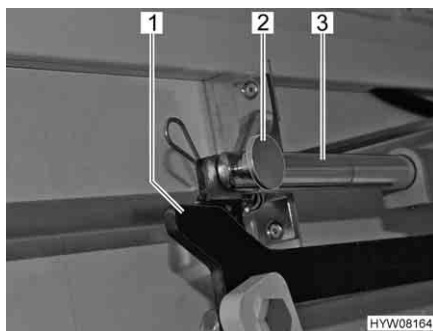

Fig. 63 Azionamento
- Rimuovere il collegamento (p. es. copiglia e bullone) (Fig. 63,2) tra la biella (Fig. 63,3) e la leva (Fig. 63,1).